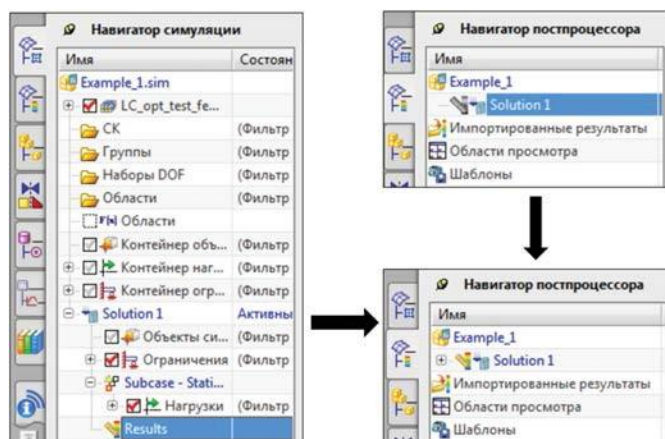

Рис. 20. Загрузка результатов расчета в постпроцессор
- в дереве модели во вкладке **Навигатор симуляции** двойным щелчком мыши по узлу результатов *Results*. После этого происходит автоматический переход в **Навигатор постпроцессора** с загруженными результатами (рис. 20);